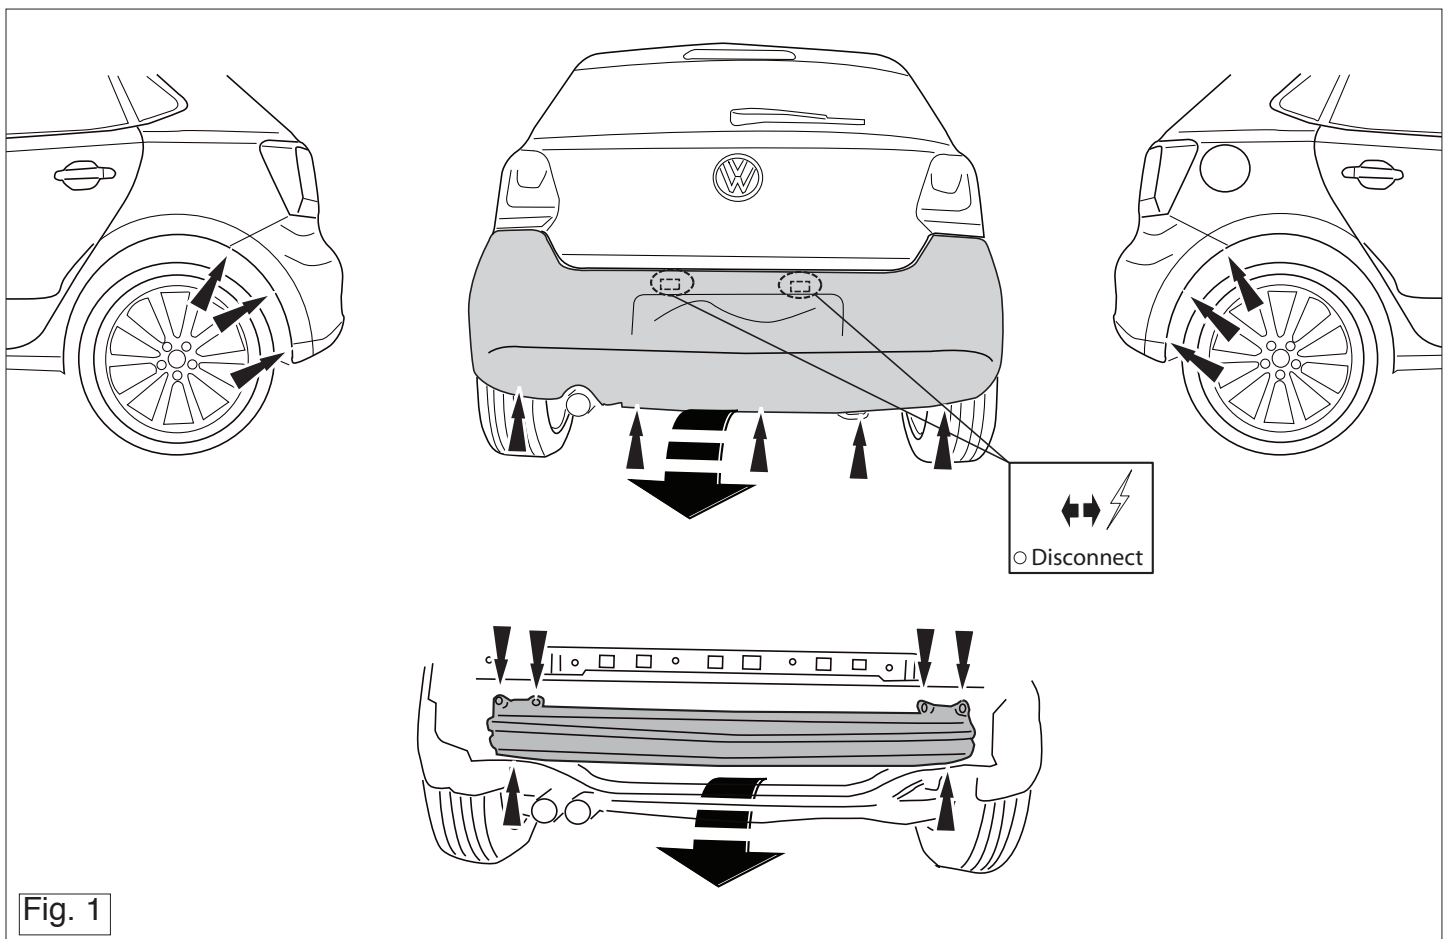

Fig. 1
1. Remove bumper (Torx head screws around each wheel arch, along lower edge of rear panel, beneath each light cluster (light cluster must be removed). and the steel buffer beam from the vehicle. The buffer beam will no longer be needed. Replace the nuts. See figure 1.
1. Die Stoßstange einschließlich des stählernen Stoßbalkens vom Fahrzeug abmontieren. Der Stoßbalken wird nicht mehr benötigt. Die Muttern wieder anbringen. Siehe Abbildung 1,
1. Déposer le pare-chocs du véhicule y compris la traverse en acier ; la traverse ne sera plus utilisée. Remettre les boulons de fixations en place. Voir la figure 1.